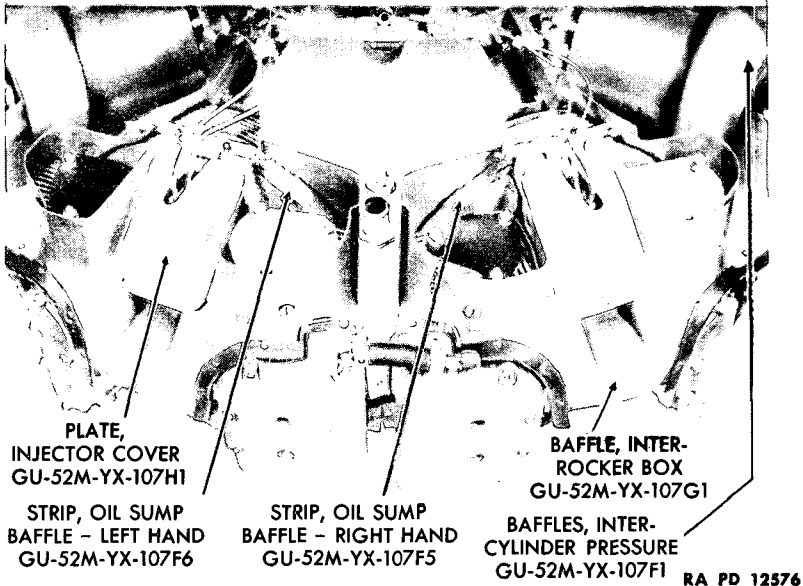

Figure 16—The Baffles
28. REMOVE THE INJECTOR COVER PLATES (fig. 16).
30. REMOVE THE INTERROCKER BOX BAFFLES (fig. 16).
33. REMOVE THE INTERCYLINDER PRESSURE BAFFLES (fig. 16).